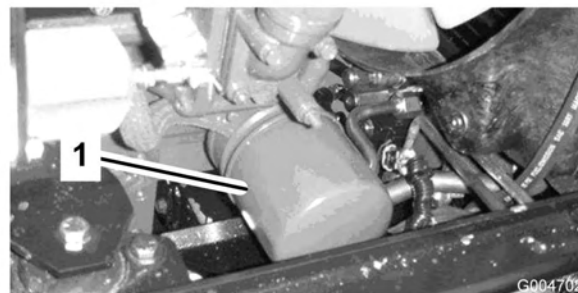

Figura 49
2. Togliete il filtro dell'olio (Figura 49). Applicare un velo di olio pulito sulla tenuta del nuovo filtro prima di avvitare. **Non serrate troppo.**